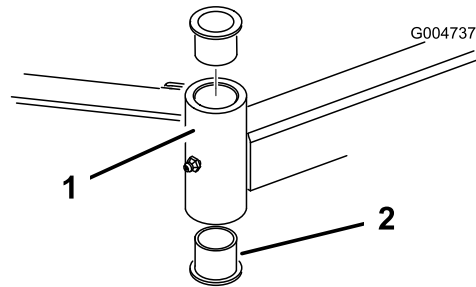

Рисунок 82
- Вставьте пробойник сверху или снизу монтажной трубы и выбейте втулку из трубы (**Рисунок 82**).